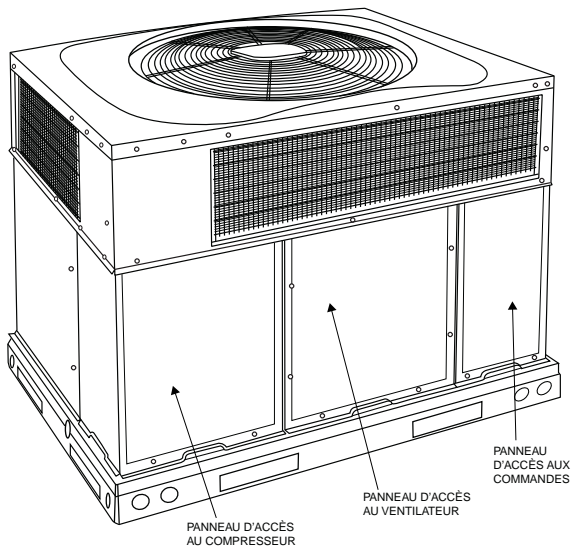

Figure 25 – Panneaux d'accès de l'appareil
- a. Retirez les panneaux d'accès du ventilateur (consultez la fig. 25).
- g. Réinstallez les panneaux d'accès du ventilateur (consultez la fig. 25).
1. Retirez le panneau d'accès de commande (consultez la fig. 25).
Retirez les panneaux d'accès du ventilateur (consultez la fig. 25). L'interrupteur de limite est situé sur le compartiment de ventilateur.
3. Retirez le panneau d'accès de commande (consultez la fig. 25).
Retirez les panneaux d'accès (consultez fig. 25) pour accéder aux commandes électriques et au câblage. Vérifiez que toutes les connexions électriques sont bien serrées. Serrez toutes les vis des connexions. Si les connexions portent des traces de décoloration ou de brûlure, démontez les connexions, nettoyez toutes les pièces, coupez et dénudez l'extrémité des fils, puis refaites-les correctement en serrant bien.